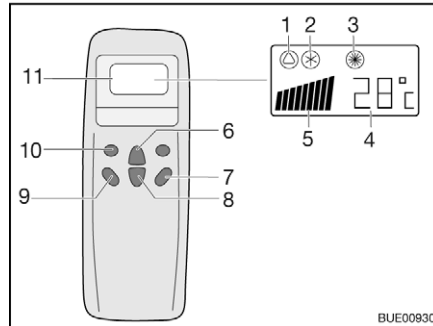
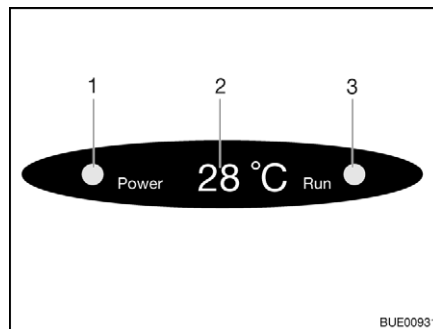

Fig. 152 Telecomando
Fig. 153 Display su diffusore
- Premere il tasto "ON/OFF" (Fig. 152,7).
- Premere il tasto "Mode" (Fig. 152,10) spesso, finché la modalità desiderata (Fig. 152,1, 2 o 3) viene visualizzata sul display. La spia di controllo relativa sul display sul diffusore (Fig. 153,3) si accende.
- Con i tasti di aumento della temperatura (Fig. 152,6) o di riduzione della temperatura (Fig. 152,8) regolare la temperatura desiderata.
- Con il tasto numero di giri ventola (Fig. 152,9) selezionare il livello desiderato per la ventola.